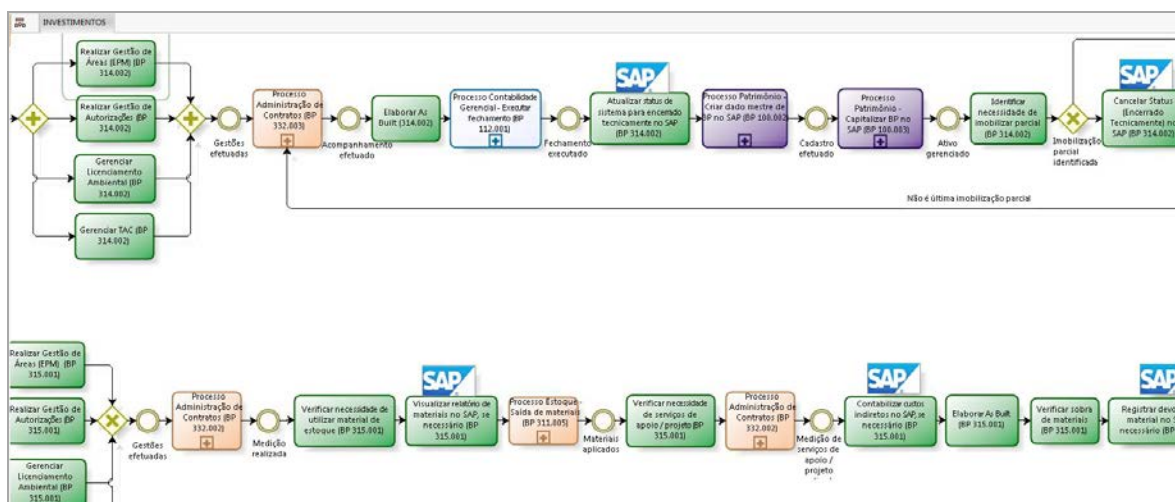

Figura 4: Detalhe da Modelagem – Processo Investimentos
- Modelagem dos fluxos desses BPs310, realizando o encadeamento lógico do processo ponta a ponta, segundo a lógica do PDCA, priorizando o caminho padrão e pontos principais do processo, chamado de “caminho feliz”. Padronização de cores dos processos, facilitando a visualização da integração nos documentos. A Figura 4 apresenta um detalhe da modelagem do Processo Investimentos.